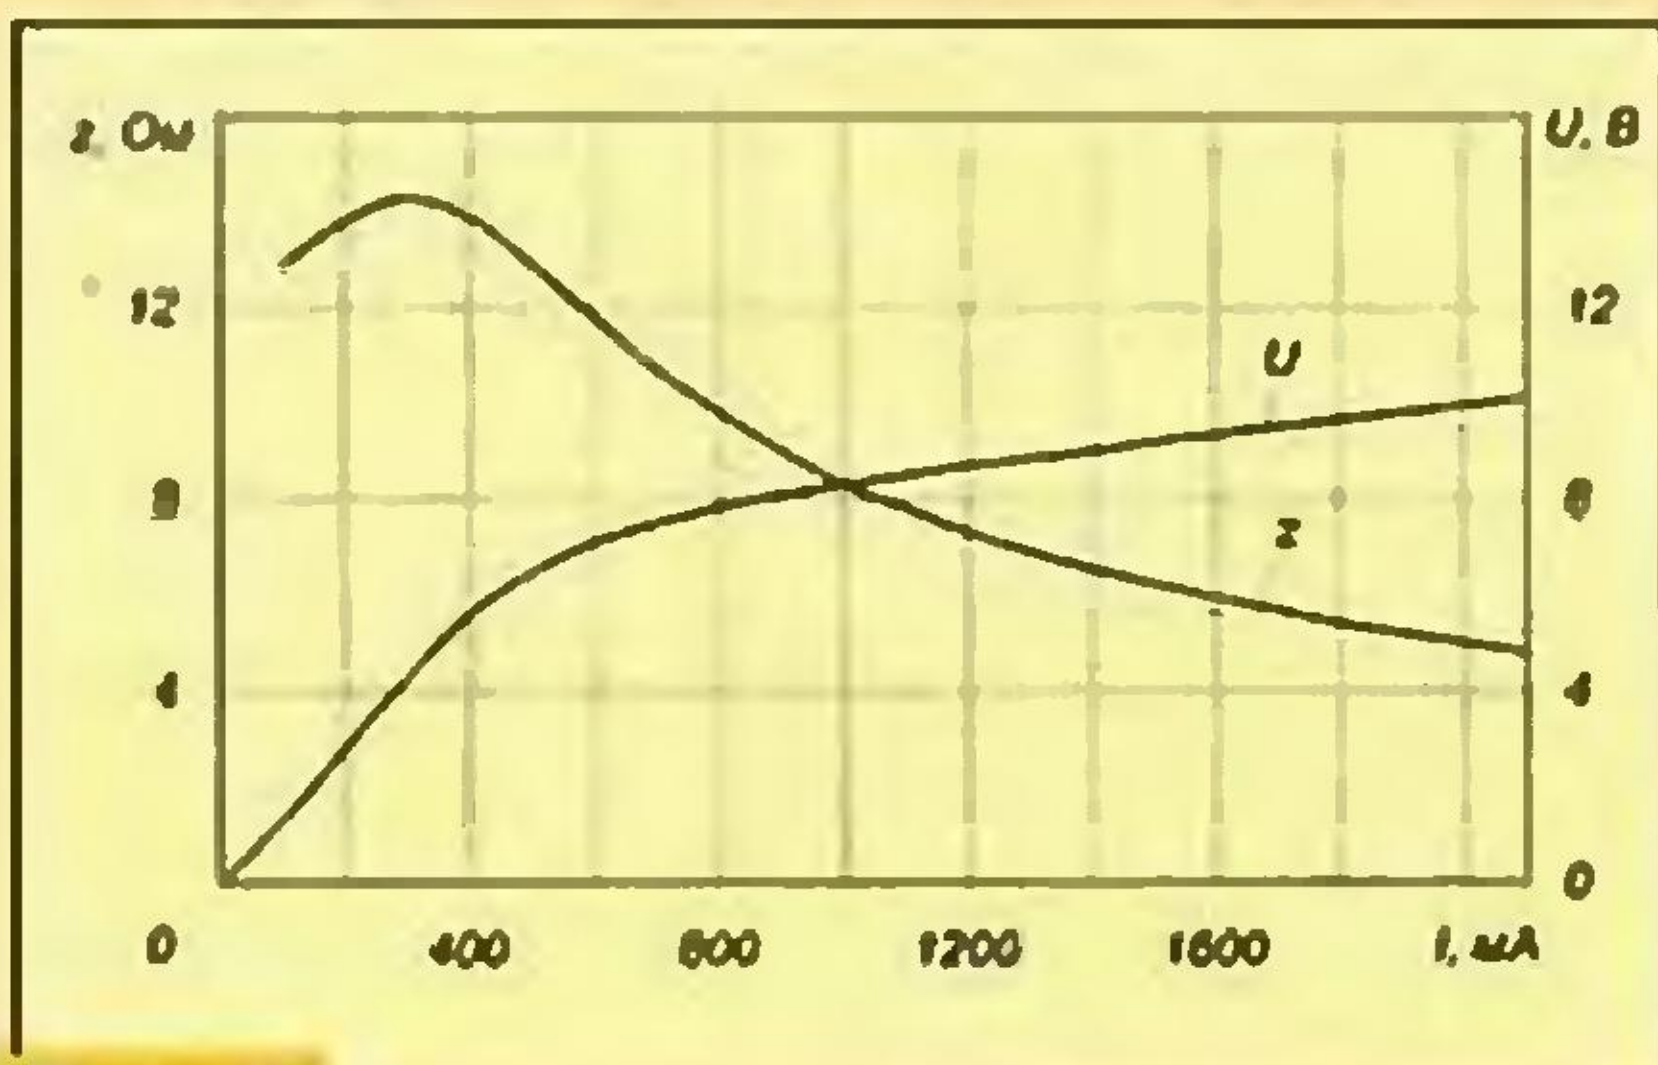

Рис. 1
– на графике ВАХ построить кривую $z_n(I_n)$, которая в зависимости от качества металла, сборки и изоляции пластин будет иметь, в той или иной степени, выраженные значения $z_{n\max}$, подобно графику $z(I)$ на рис. 1. По своим электромагнитным свойствам пробная обмотка эквивалентна любой другой обмотке, намотанной на этом магнитопроводе, в том числе и первичной обмотке трансформатора. Из условия эквивалентности следует: $P_n = P_i$; $I_n \cdot U_n = I_{1x} \cdot U_{1ном}$.